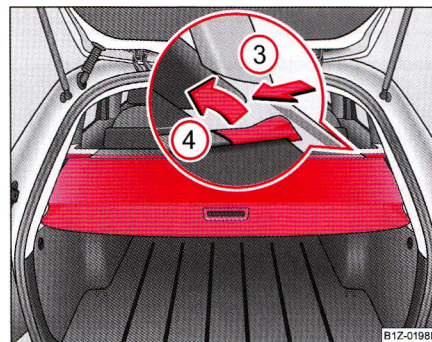

Fig. 84 Portbagajul:
- La transportarea bagajelor voluminoase, raftul se poate demonta. Apăsăți cursorul din lateral în sensul săgeții ③ și scoateți masca în sensul săgeții ④ ⇒ fig. 84.